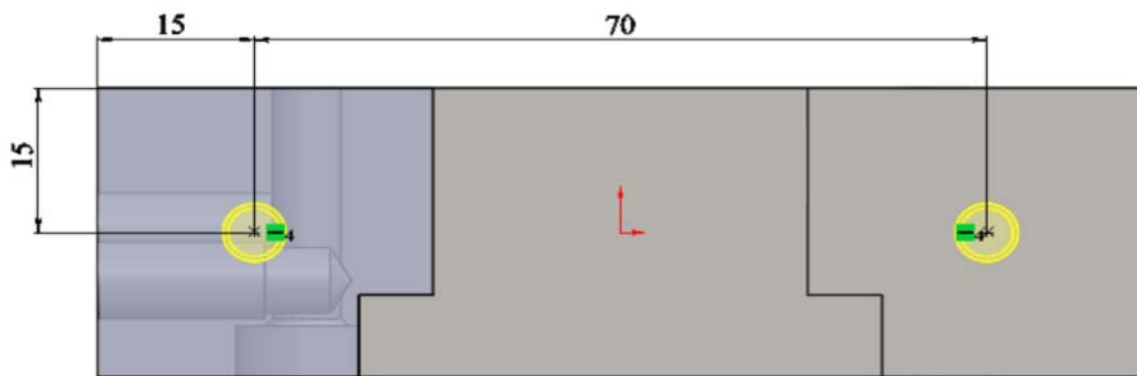

Рис. 2.41. Расположение отверстия
39. Расположите отверстия как показано на рисунке выше, с помощью наложения взаимосвязи **горизонтальность** между центрами отверстий и нанесения размеров, указанных на рис. 2.41;